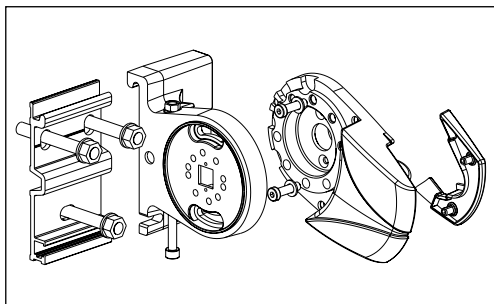

Abb. 5 : Seitenkonsole mit Wand-/Deckenhalter und der Montagebügel
3.9. Einlauf Fallstange (Siehe Abb. 5)